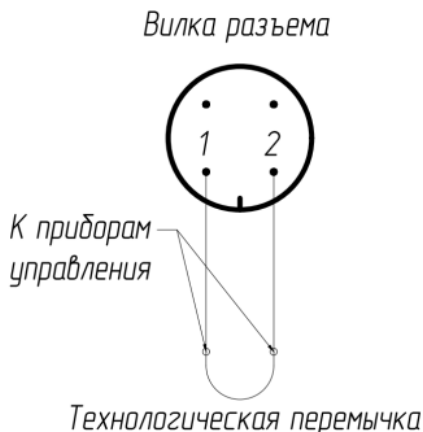

Рис. 5 – Схема подключения МПП к линии пуска.
6.6.4. Отстыковать розетку с технологической перемычкой (рисунок 5).